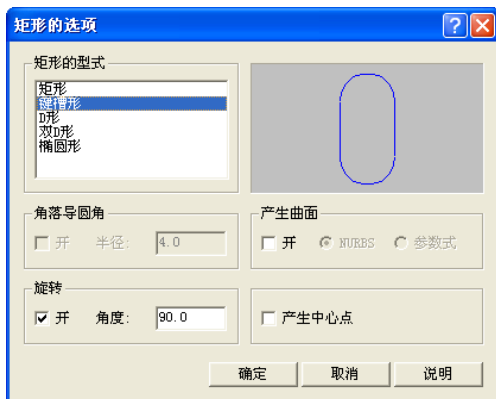

图 4-3 矩形参数设定
10) 将萤幕视图切换到“前视图”，绘出 16mm×8mm 矩形，在“选项”里，选择“键槽形”，旋转“开”，角度：90.0，如图 4-3 所示。